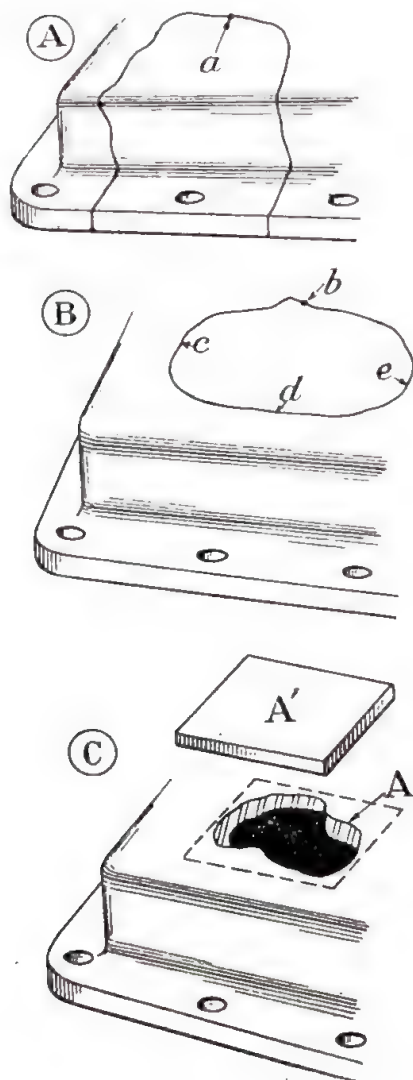

FIG. 92
- A) LA CASSURE A PROVOQUÉ UN ÉCLAT LIMITÉ SUR UN DE SES COTÉS PAR UN DES BORDS DE LA PIÈCE (fig. 92, A).